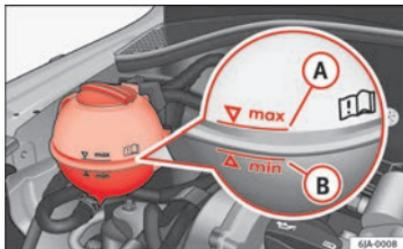

Fig. 126 Compartment-moteur : Réservoir de liquide de refroidissement
Pour le remplissage, il est conseillé d'utiliser le liquide antigel dont le type est indiqué sur la trappe du réservoir de liquide de refroidissement ⇒ fig. 126.
- Contrôlez le niveau de liquide de refroidissement dans le vase d'expansion ⇒ fig. 126. Lorsque le moteur est froid, le niveau de liquide de refroidissement doit se trouver entre les marques **B** (min.) et **A** (max.). Lorsque le moteur est chaud, le niveau peut aussi dépasser légèrement la marque **A** (max.).
- Couvrez le bouchon du vase d'expansion du liquide de refroidissement avec un chiffon ⇒ fig. 126, puis dévissez-le **avec précaution**.
Ne remplissez pas le réservoir de liquide de refroidissement au-delà de la marque **A** (max.) ⇒ fig. 126! L'excès de liquide de refroidissement est expulsé du système de refroidissement lorsqu'il est réchauffé par la soupape de surpression située dans le bouchon de fermeture du vase d'expansion du liquide de refroidissement. ▶